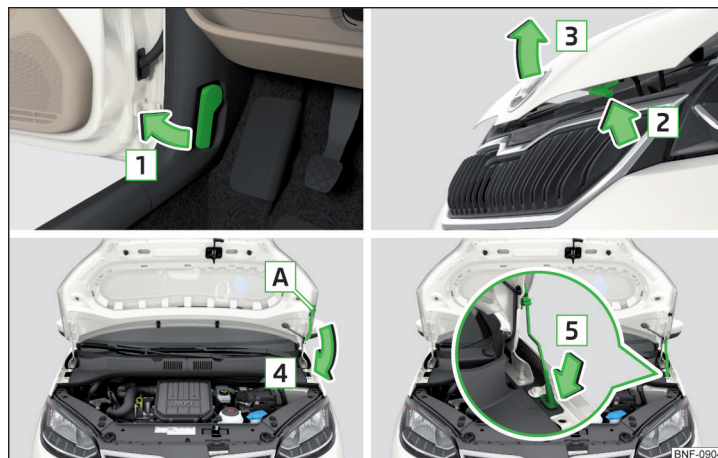

Fig. 138 Åbning af motorhjem
- Åbn fordøren, og træk i udløserarmen under instrumentpanelet i pilens retning **1** » Fig. 138.